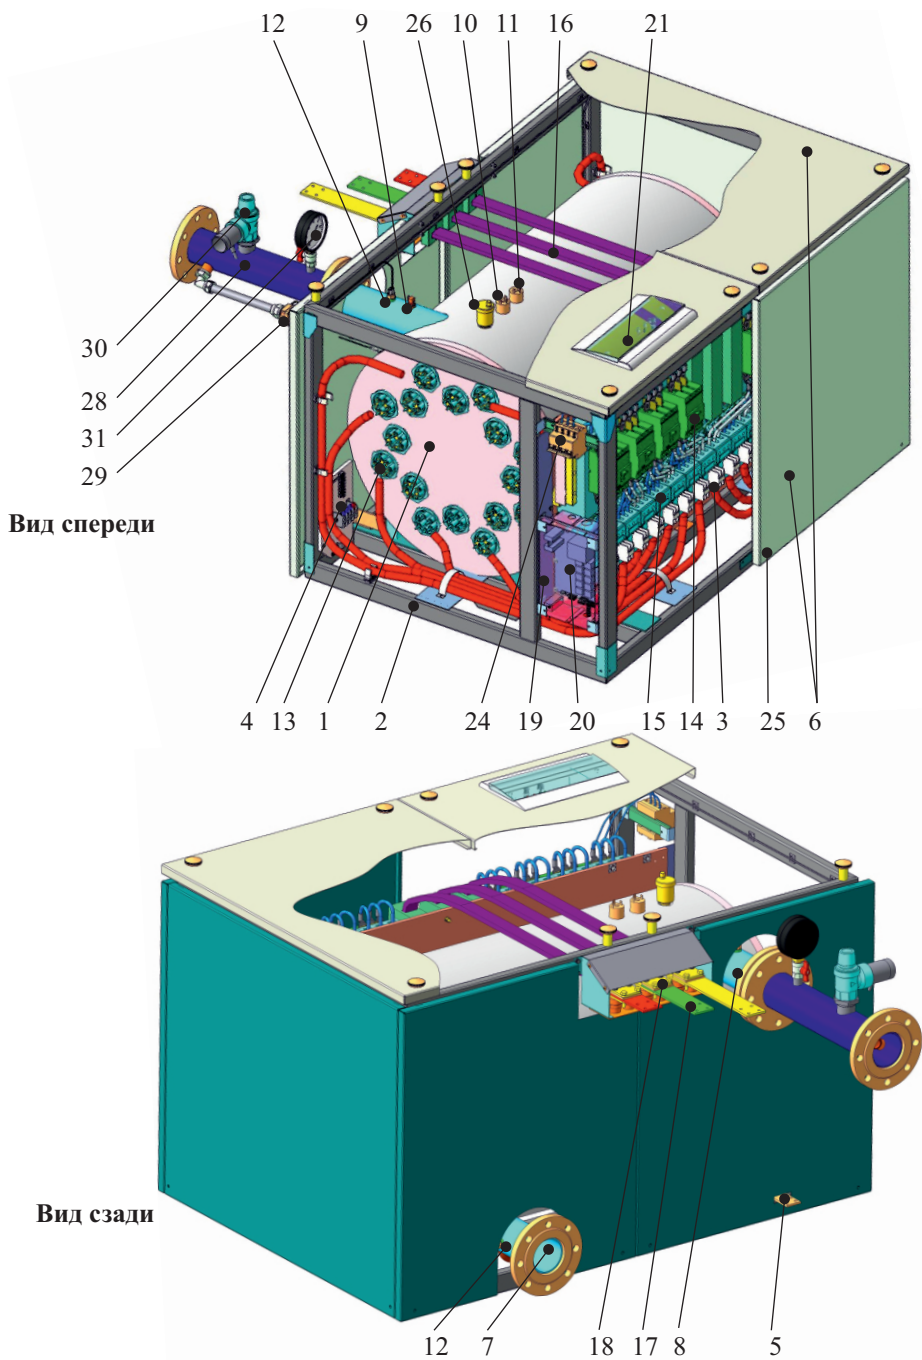

Рис. 1
4.1.1 В состав прибора (рисунок 1) входят: котёл в теплоизоляции (1), установленный внутри каркаса (2) из труб прямоугольного сечения, блок коммутации (3), блок управления (см.п.4.1.4.), панель подключения внешних устройств (4), шина заземления (5), навесные защитные панели (6).